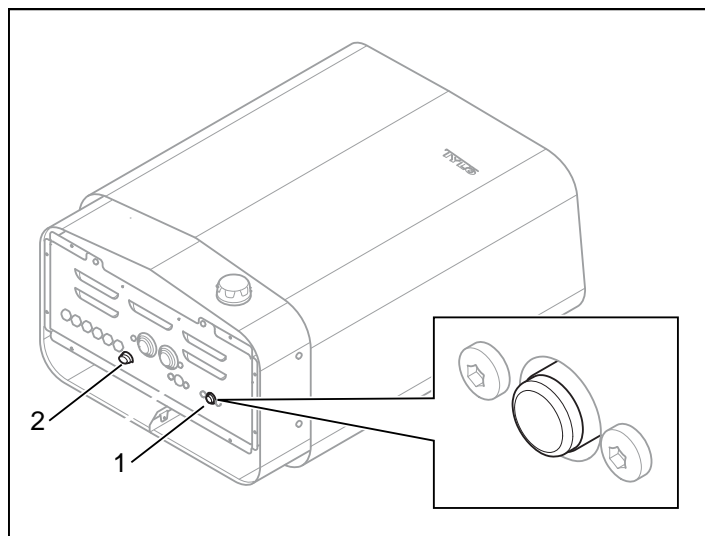

Figure 6 : Réinitialisation de la protection thermique
- **Poêle** - La protection thermique du poêle sert à empêcher la surchauffe des composants, des résistances et du bois à l'intérieur du sauna. Sur le dessous du poêle se trouve un bouton-poussoir rouge (voir figure 6). Lorsque la protection thermique s'est déclenchée, un dé clic est ressenti lorsqu'on enfonce le bouton. Si la protection thermique ne s'est pas déclenchée et après réinitialisation, le bouton est plus souple.